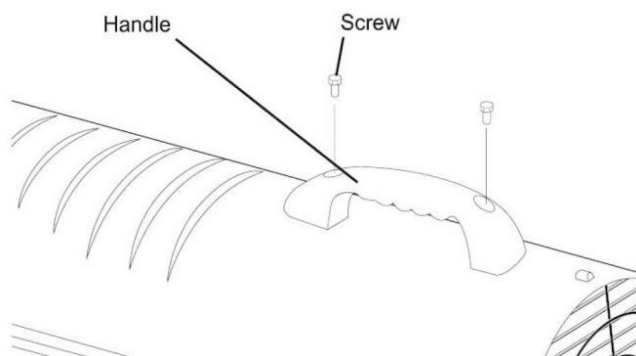

Figura 6. Montaggio della maniglia, modello ZB-K70
1. Allineare i fori nell'alloggiamento superiore con i 2 fori nell'impugnatura come mostrato nella Figura 6.